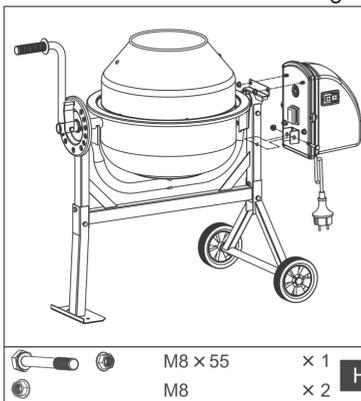

Fig.12
- Lors de la dernière étape de montage, vous montez le entraînement. Pour ce faire, alignez les denture et faites glisser l'entraînement dessus l'arbre. Visser le carter du moteur sur le cadre. Utiliser les écrous marqués M8 (H), Fig. 12.